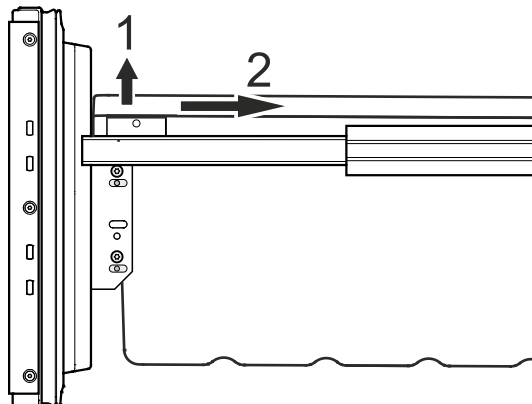

Figure 24
- Désenclipser les coins gauche et droit du récipient en le tirant vers le haut (1) - **Figure 24**.
- Pousser le récipient vers l'arrière (2) - **Figure 24**.
- Retirer les récipients des tiroirs du compartiment congélateur comme aux **Figures 24 et 25**.